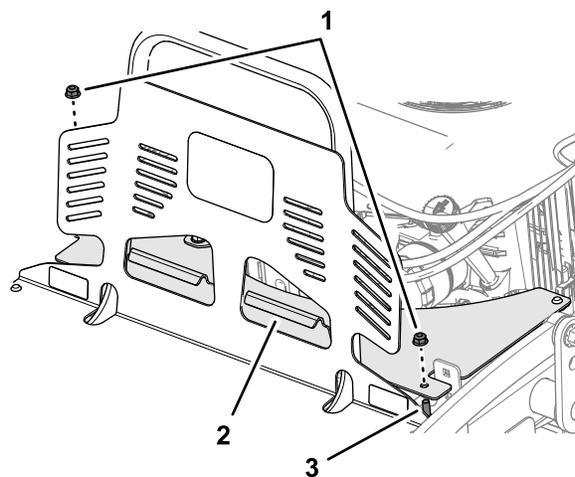

Figura 33
1. Retire las 2 contratuercas con arandela prensada que fijan la extensión del protector a los 2 tornillos de cuello cuadrado de los soportes de montaje del protector (Figura 33).